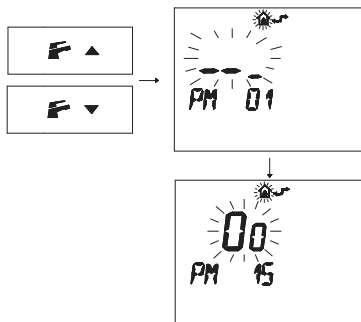

Рисунок 5.25
- Нажмите кнопку **F**▲ или **F**▲, чтобы вывести на дисплей параметр "PM15" для активации внешнего датчика (Рисунок 5.25).